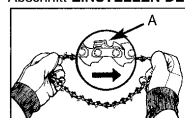

Abb. 4A
1. Breiten Sie die Kette in einer Schlaufe aus, wobei die Schnittkanten (A) **IM UHRZEIGERSINN** um die Schlaufe herum ausgerichtet sind (Abb. 4A).